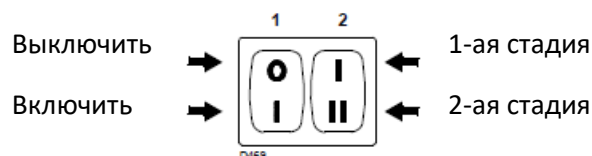

Рис. 27
- переключатель 1)(Рис. 27) в положение "Горелка ВКЛ";
- переключатель 2)(Рис. 27) в положение "1-я ступень".
Теперь переведите переключатель 2) (Рис. 27, стр. 25) в положение "2-я ступень": сервопривод откроет воздушную заслонку и, одновременно, газовую дроссельную заслонку на 90°.
Минимальная производительность должна выбираться в пределах рабочего диапазона, показанного на стр. 9. Переведите переключатель 2)(Рис. 27, стр. 25) в положение "1-я ступень": сервопривод 1) закроет воздушную заслонку и, одновременно, также закроет газовую дроссельную заслонку до 15° (т.е. до заводской настройки).
- Если необходимо увеличить ее, перейдите на 2-ю ступень, активировав переключатель 2) (Рис. 27, стр. 25), и слегка увеличьте угол оранжевого рычага небольшими, плавными движениями (например, измените угол с 15° до 17° - 19°...). Теперь вернитесь на 1-ю ступень и измерьте выход газа.